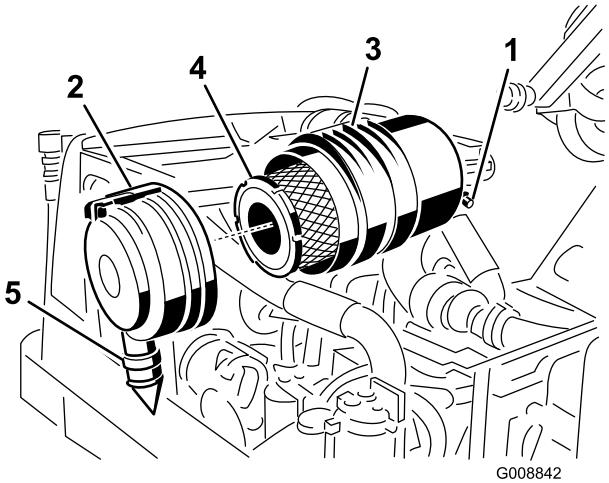
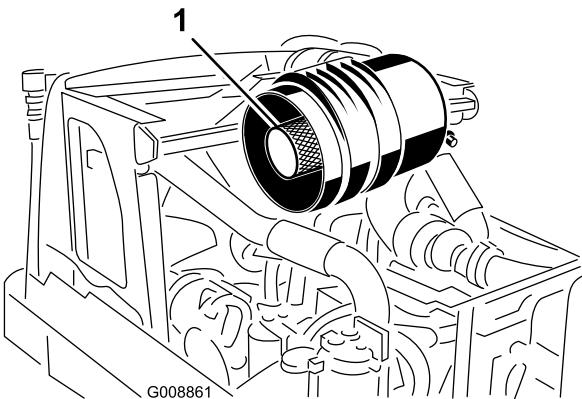

Figura 57
Figura 58
Revise el filtro del limpiador de aire únicamente cuando el indicador de mantenimiento (Figura 57) lo requiera. El cambiar el filtro antes de que sea necesario sólo aumenta la posibilidad de que entre suciedad en el motor al retirar el filtro.
1. Tire hacia fuera del enganche y gire la tapa del limpiador de aire en el sentido contrario a las agujas del reloj (Figura 57).
- Retire el filtro primario (Figura 57). No se recomienda limpiar el elemento usado debido a la posibilidad de causar daños al medio filtrante. Asegúrese de que el filtro nuevo no ha sido dañado durante el transporte, comprobando el extremo sellante del filtro y la carcasa. No utilice el elemento si está dañado. **No** retire el filtro de seguridad (Figura 58).
Importante: No intente nunca limpiar el filtro de seguridad (Figura 58). Sustituya el filtro de seguridad por uno nuevo después de cada tres lavados del filtro primario.
- Cambie el filtro primario (Figura 57).
- Instale la tapa orientando la válvula de salida de goma (Figura 57) hacia abajo – aproximadamente entre las 5:00 y las 7:00, visto desde el extremo. Cierre el enganche.